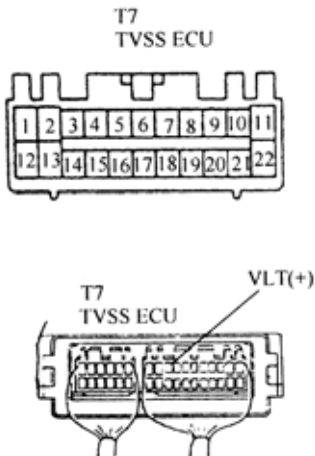

图 9-263
(3)检查 TVSSECU(电源)，如图 9-263 所示。